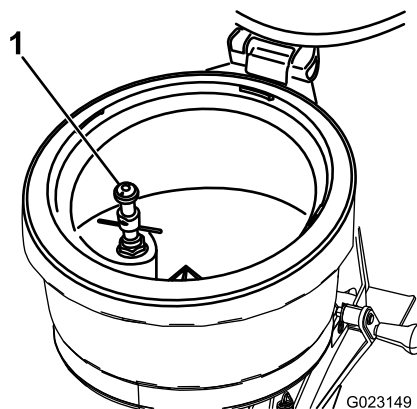

Figura 34
Dispozitivul de clătire a sticlelor (Figura 34) se află în interiorul rezervorului ejectorului. Utilizai dispozitivul de clătire a sticlelor pentru a îndepărta reziduurile chimice din interiorul recipientului (sticlei) în care este ambalat produsul chimic. Dispozitivul de clătire a sticlelor este presurizat cu soluie din sistemul de pulverizare. Recipientul cu substanțe chimice (sticlă) este clătit cu soluia sistemului de pulverizare evacuată prin gura de scurgere a dispozitivului de clătire a sticlelor.
- A. Aezai marginea recipientului peste dispozitivul de clătire a sticlelor și apăsați în jos pentru a deschide supapa; consultați Figura 34 în Dispozitiv de clătire a sticlelor (Pagină 19).